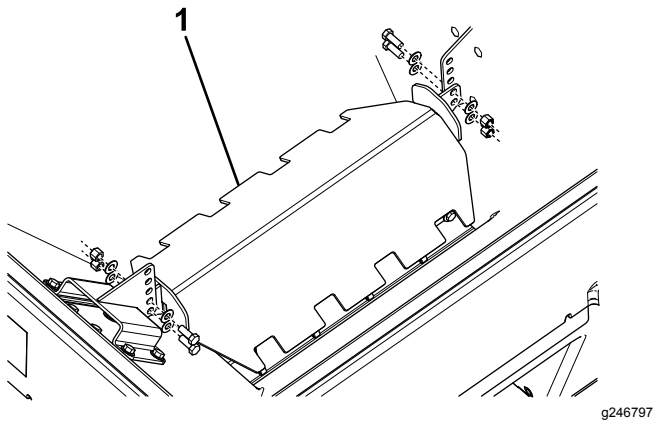

Bild 17
4. Lösen Sie die Befestigungsmittel, mit der das Ablenkblech an der Innenseite des Streuers befestigt ist (Bild 17).
- Schieben Sie das Ablenkblech nach oben oder unten und befestigen Sie es wieder mit den zuvor entfernten Befestigungen in der gewünschten Höhe (Bild 17).